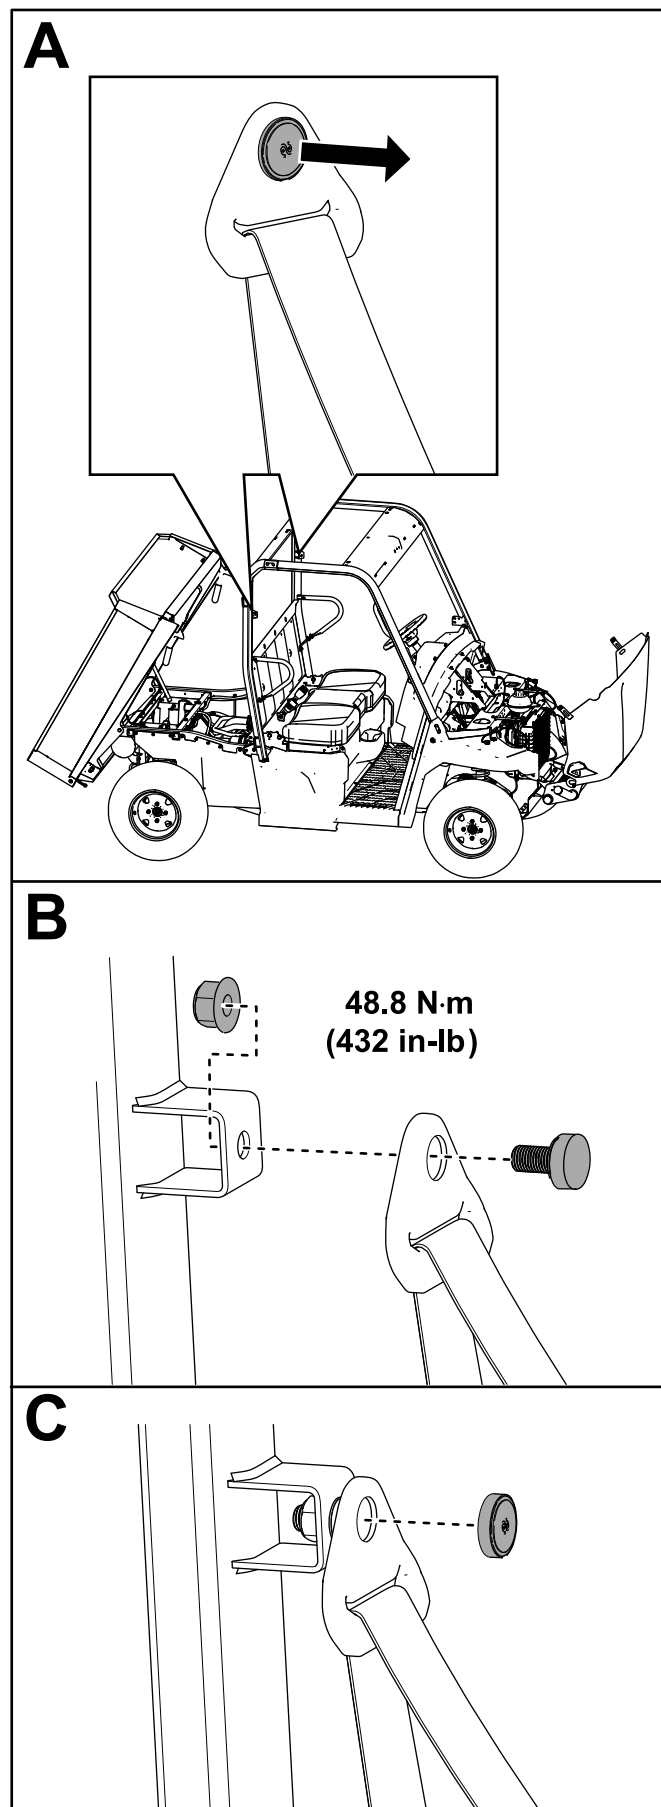

Bild 22
- A. Entfernen Sie die Kappe vom oberen Teil des Sicherheitsgurtes (**Bild 22**).
- B. Führen Sie den Sicherheitsgurt in die Halterung des Überrollbügels ein und sichern Sie den Sicherheitsgurt mit einer Sicherungsmutter (7/16"), wie in **Bild 22** dargestellt.
Ziehen Sie die Sicherungsmutter (7/16") auf ein Drehmoment von 48,8 N·m fest, wie in **Bild 22** dargestellt.
- C. Schrauben Sie den Deckel auf (**Bild 22**).